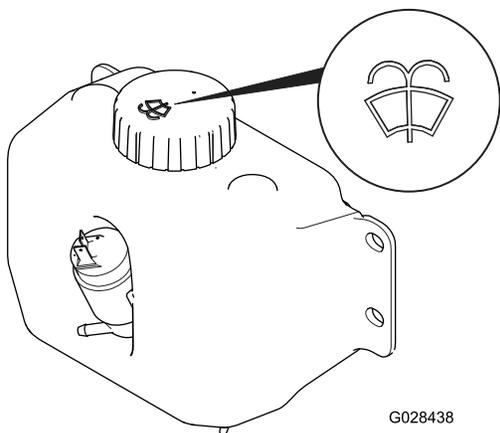

Figura 91
2. Abra el capó y localice el depósito del líquido del parabrisas (Figura 91).